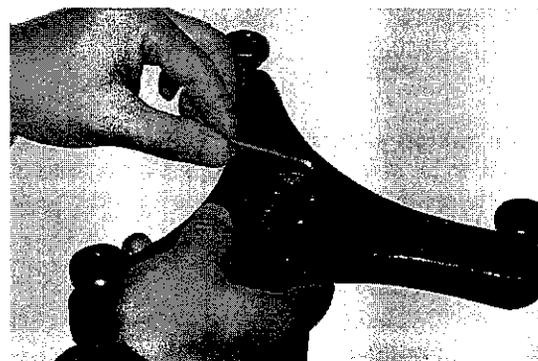
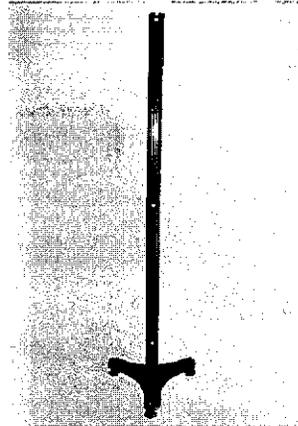

Fig.2
Fig.3
3. Inserte el stand de soporte en la ranura media de la base, apriételo usando el perno hexagonal (como lo muestra la Fig.2), finalmente ensamble como se muestra en la Fig.3.
1. Como se muestra en la imagen 3, conecte los sensores a la computadora y a la placa en los sitios designados y conecte la fuente de poder alterno.